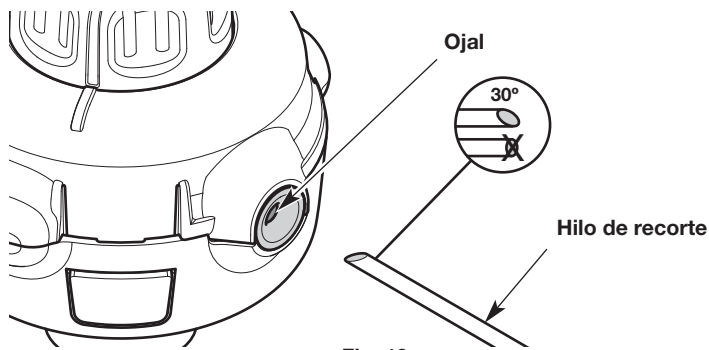

Fig. 19
2. Corte dos largos de 10 pies (3.0 m) de hilo de recorte nuevo. Corte un extremo de cada hilo en un ángulo de 30° (Fig. 19).
4. Enhebre uno de los hilos por uno de los ojales del cabezal de corte (Fig. 19). Utilice el extremo angulado y empuje el hilo para que entre unas 3 pulgadas (7.5 cm). Repita este proceso con el otro hilo y el ojal restante.